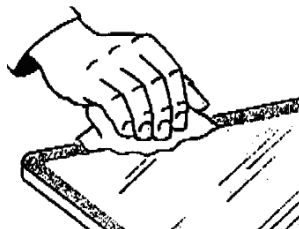

Рис. 5
5. С наружной стороны стекла, не отступая от края, по всему периметру наложить липкую ленту. Перевернув стекло внутренней стороной вверх, отступив от края стекла 25 мм, наложить липкую ленту по всему периметру стекла. Тщательно очистить чистой тканью край стекла шириной 15 мм с помощью очистителя FL. Другой тканью удалить оставшийся на поверхности очиститель. Стараясь **не прикасаться** к обработанной поверхности, дать очистителю выветриться в течение 15 минут. (рис. 5)